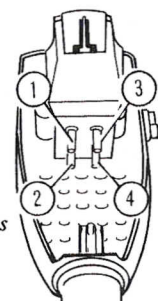

Fig.10. Pickuptilkopling
- Signalføring fra pickup, se fig. 10.
- Signal transference from the pick-up, see fig. 10.